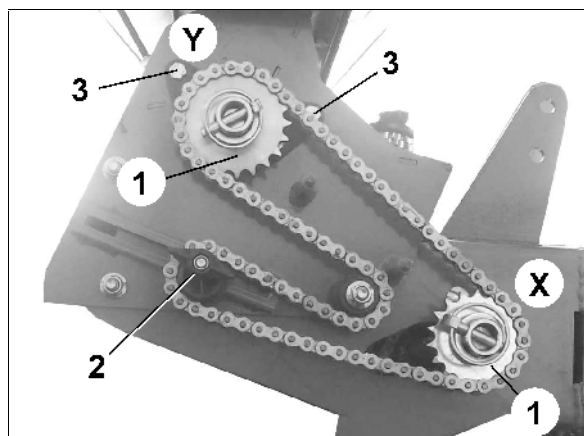

Fig. 29
2. Flügelmutter (Fig. 29/2) lösen und somit den Kettenspanner entspannen.
4. Klappstecker abnehmen und Kettenräder (Fig. 29/1) demontieren.